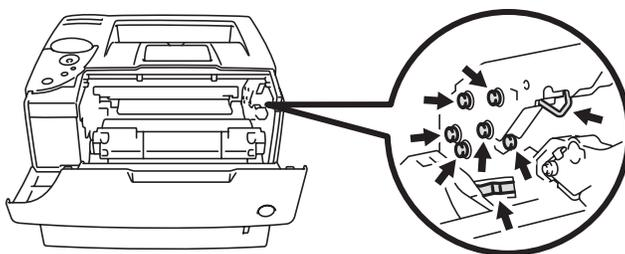

Figura 5-27
- Para evitar que se produzcan daños en la impresora por electricidad estática, no toque los electrodos que se muestran en la figura 5-27.